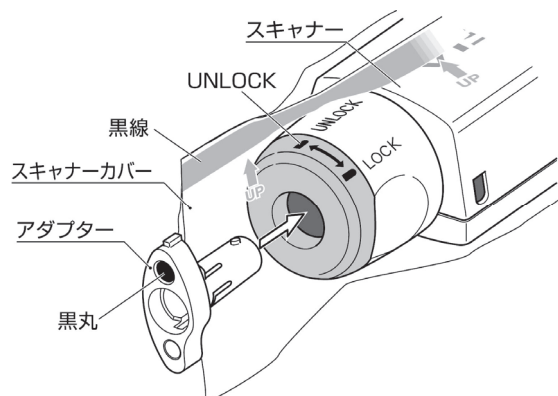
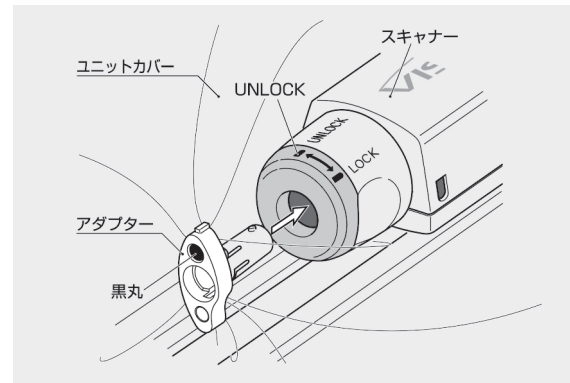

図1 スクリーンカバーの取り付け（ビジウェーブの場合）
図2 ユニットカバーの取り付け（ビジキューブの場合）
- * (1) 観察する血管に応じて適切な品種を選択する。
- (2) 専用装置の操作方法に従い、専用装置の電源をONにして専用装置のモニターに初期画面が表示されることを確認する。
- (3) 専用装置のスクリーンを単独で用いる場合は、スクリーカバーをスクリーンにかぶせ、スクリーカバーに取り付けられているアダプターをスクリーンに接続する（図1）。また、専用装置のプルバックユニットを用いる場合は、スクリーンを搭載したプルバックユニットにユニットカバーをかぶせ、ユニットカバーに取り付けられているアダプターをスクリーンに接続する（図2）。いずれの場合もアダプター前面の黒丸がスクリーンの「UNLOCK」表示に合うように、アダプターをスクリーンに挿入し、アダプターがスクリーンの奥に突き当たって止まるまではめ込む。